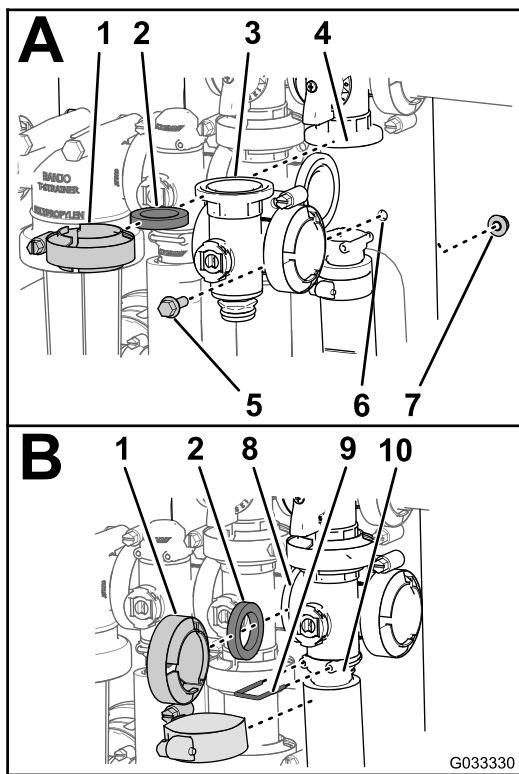

Рисунок 83
1. Совместите фланец коллектора главного клапана секций, 1 прокладку и фланец главного клапана перепуска секций (Рисунок 83А).
- Смонтируйте коллектор главного клапана секций, прокладку и главный клапан перепуска секций с помощью хомута, затянув его от руки (Рисунок 83А).
- Совместите фланец коллектора главного клапана секций, прокладку и коллектор клапана перемешивания (Рисунок 83В).
- Смонтируйте коллектор главного клапана секций, прокладку и коллектор клапана перемешивания с помощью хомута, затянув его от руки (Рисунок 83В).
- Совместите фланец коллектора главного клапана секций и прокладку с корпусом главного клапана секций (Рисунок 83В).
- Смонтируйте коллектор главного клапана секций и гнездо с помощью хомута, затянув его от руки (Рисунок 83В).
- Прикрепите штуцер торцевой крышки к выпускному штуцеру, вставив держатель в выпускной штуцер (Рисунок 83В).